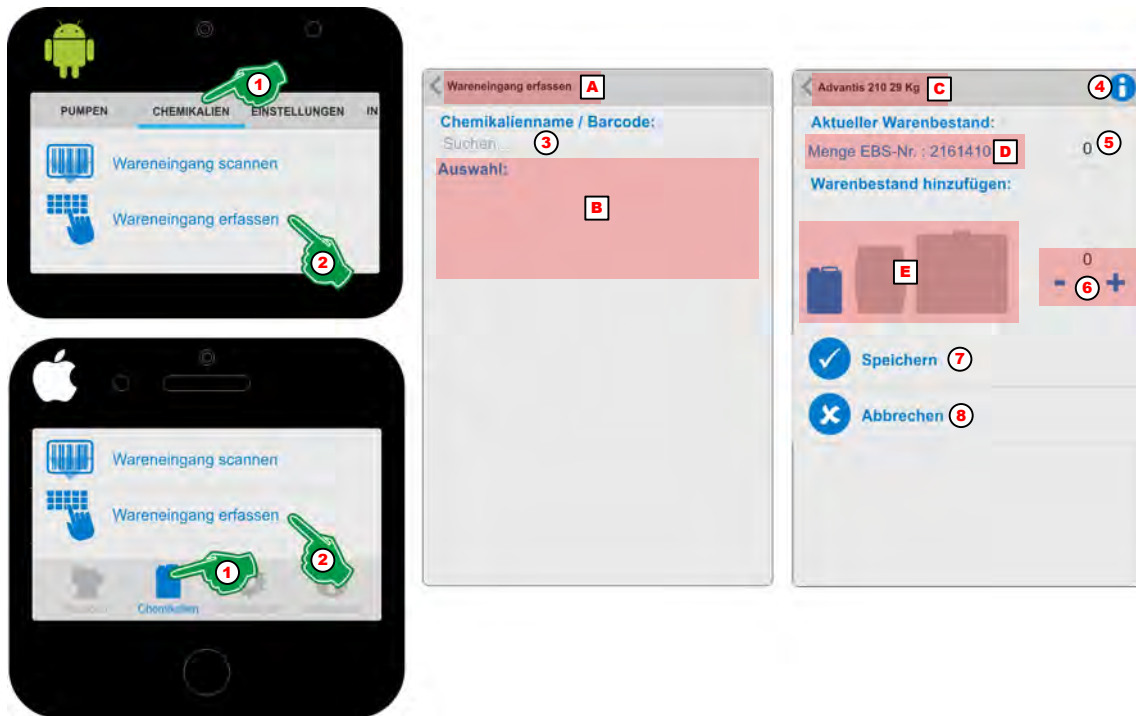

Abb. 38: Wareneingang eingeben
1. ► Menü „Chemikalien“ (Abb. 38, Pos. 1) auswählen.
2. ► „Wareneingang erfassen“ (Abb. 38, Pos. 2) auswählen.
⇒ Der Bildschirm wechselt in den „Such- und Auswahlbildschirm“ (Abb. 38, Pos. 3).
⇒ Die Tastatur des Smartphones öffnet sich. Nach Eingabe des ersten Buchstabens zeigt der Bildschirm unter der „Auswahl:“ (Abb. 38, Pos. B) die in Frage kommenden Chemikalien an. Wurde die gewünschte Chemikalie ausgewählt wird diese angezeigt (Abb. 38, Pos. C).
4. ► Durch Auswahl des [Info] Symbols (Abb. 38, Pos. 4) erscheint:
5. ► Zusätzlich zur erkannten Dosierchemie (Abb. 38, Pos. C) wird die EBS-Nr (Bestellnummer) angezeigt (Abb. 38, Pos. D). Neben dieser Anzeige muss die im Lager befindliche Menge der Chemikalie eingegeben werden (Abb. 38, Pos. 5) um eine korrekte Lagerverwaltung zu ermöglichen.
6. ▶ Durch die Wareneingabe wird die Gebindegröße als blaue Symbolgrafik dargestellt (Abb. 38, Pos. E). Um bei einer Neulieferung von Chemiegebinden einen Warenbestand hinzuzufügen muss die Stückzahl eingestellt werden (Abb. 38, Pos. 6).
7. ▶ Die Taste [*Speichern*] (Abb. 38, Pos. 7) Drücken zum Speichern der Eingaben.
8. ▶ Die Taste [*Abbrechen*] (Abb. 38, Pos. 8) Drücken zum Abbrechen der Eingaben.